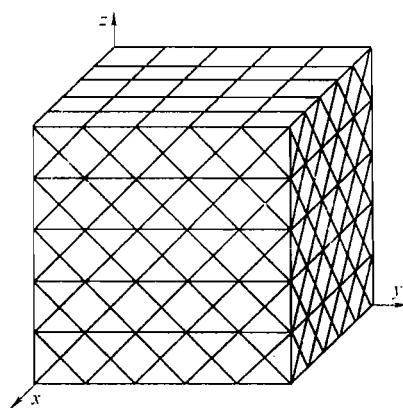

图 27-8 第四题第 3 小题解答图
3. 晶体的滑移面与晶体外表面的交线是可能的滑移线，其中，与晶体的滑移方向不平行的那些交线便是滑移线。结果如图 27-8 所示。